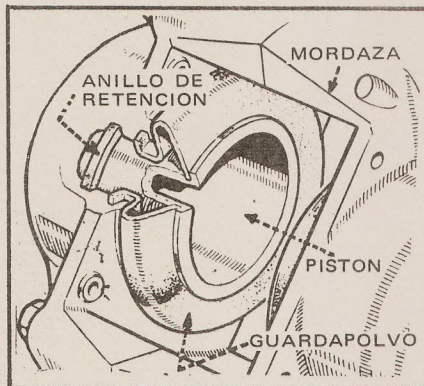

FIG. 12 — Disposición de guardapolvos en ranuras de cilindros.
6) Instale un conjunto (3) de anillos de goma nuevo en sus respectivos alojamientos. Coloque
luego los guardapolvos (2) observando que el labio radial de los mismos se ubique correctamente en la ranura ubicada al borde de los cilindros (Fig. 12).
7) Instale los pistones. Para ello deslice cada pistón a través del orificio existente en el guardapolvo, guiándolo en forma simultánea y correctamente alineado hacia el interior del cilindro. El extremo abierto del pistón debe orientarse hacia el lado de la pastilla de freno. Hecho esto, desplace el guardapolvo manualmente hasta lograr que el borde de contacto con el pistón se ubique en la ranura que este último posee en el extremo abierto (Fig. 12). Es importante no provocar daños en el guardapolvo por "mordeduras" entre el pistón y el borde del cilindro.